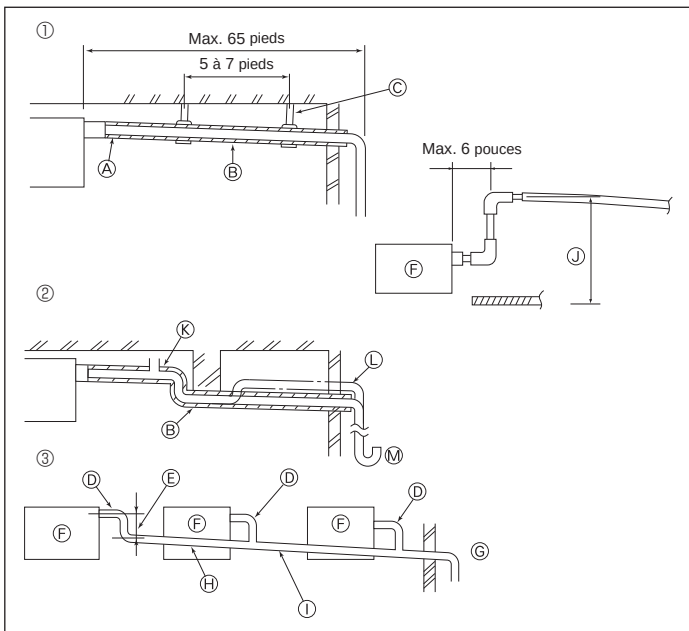

Fig. 4-1
4.1. Mise en place du tuyau d'écoulement (Fig. 4-1)
- ① Tuyauterie correcte
- ② Tuyauterie incorrecte
- Ne pas placer de tuyau surélevé sur la tuyauterie. ①
- Ne pas placer de pièges à odeur sur la tuyauterie. ③
- ③ Mise en place groupée des tuyaux